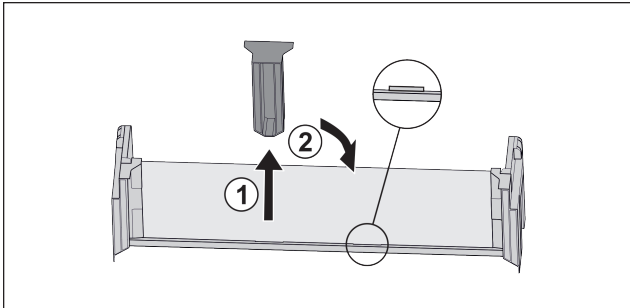

Fig. 54 *
- ▶ Extraire la pièce de retenue centrale Fig. 54 (1).*
- ▶ Insérer la pièce de retenue centrale en deuxième position Fig. 54 (2).*